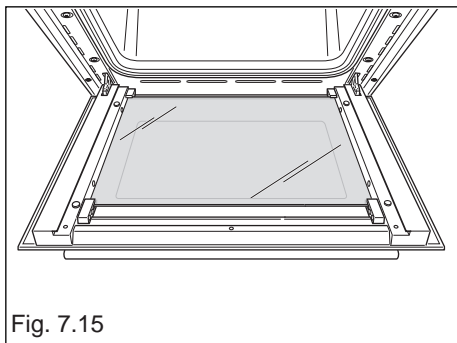

Fig. 7.15
- Décrochez doucement la vitre centrale des pinces inférieures en la déplaçant comme illustré sur la fig. 7.15.